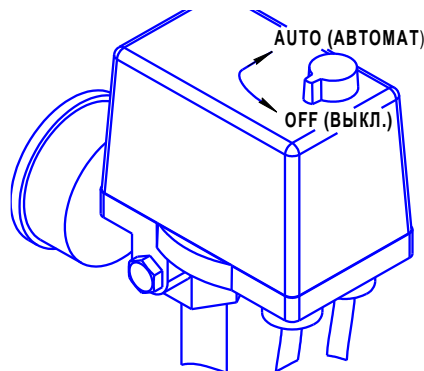

Рисунок 2
- 1 Проверьте, чтобы выключатель на прессостате находился в выключенном положении "OFF" (см. рисунок 2).
- 1 Выключить компрессор выключателем на прессостате. Для этого необходимо переключить выключатель в положение "OFF" (см. рисунок 2). После этого остановится электродвигатель и произойдет сброс давления из нагнетательного воздухопровода и поршневого блока.
Для пуска компрессора СБ4/Ф-500.LT100 после срабатывания защиты выполните следующие действия: после того, как двигатель остынет до допустимой температуры, переключите выключатель на прессостате в положение "OFF" (см. рисунок 2), а затем включите компрессор, переключив выключатель в положение "AUTO".